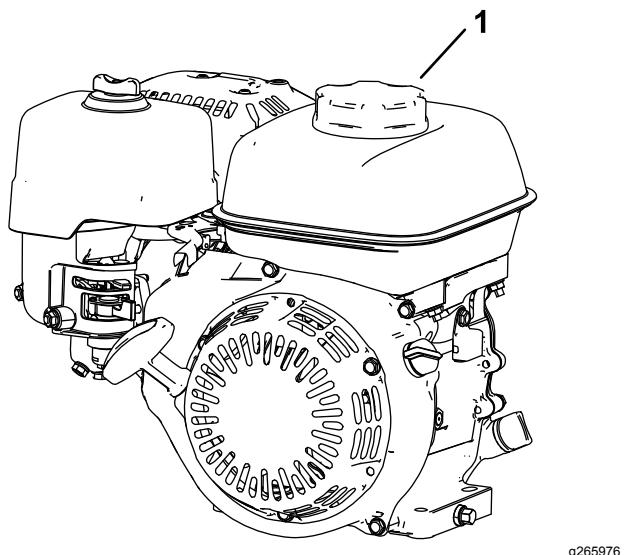

Figura 17
1. Limpe a zona em redor da tampa do depósito de combustível e retire a tampa do depósito (Figura 17). Encha o depósito de combustível até à parte inferior da abertura do tubo de enchimento.